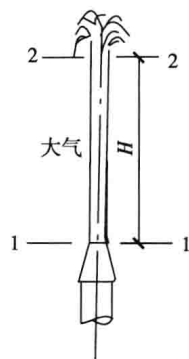

图 10-9
15. 如图 10-9 所示为高压喷嘴, 喷嘴出口断面 1-1 的平均流速为 10m/s , 喷至 2-2 断面的平均流速减少为 1m/s , 不计水头损失, 则喷射高度 H 为()m。